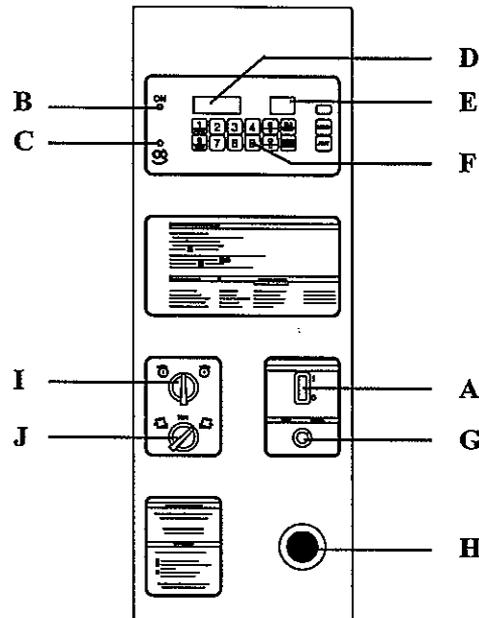

fig. 28
- Turn the **Tilt Drive Switch (fig. 28/J)** to the **LOAD** position. Display will show *tilt*
- To facilitate loading, we recommend pre-soaking linen, to reduce its volume. So that, press key **1**. Cold water inlet valve will open until a certain level is achieved inside the washer. Occasionally move the drum to both sides, by pressing **ENTER/START** key, and simultaneously turn **Rotation Direction Selector switch (fig. 28/I)**.
- Conmutar el **Interruptor Accionador Basculante (fig. 28/J)** a la posición **CARGA**. Display indicará *tilt*
- Para facilitar la operación de carga, es aconsejable mojar la ropa, con lo cual se consigue una reducción de su volumen. Para este fin: pulsar la tecla **1**. Se abrirá la válvula de admisión de agua fría hasta obtener un cierto nivel dentro de la lavadora. Mover el bombo de vez en cuando en ambos sentidos, pulsando la tecla **ENTER/START** y accionando simultáneamente el conmutador de **Selector Sentido de Giro (fig. 28/I)**.
- Placer l'**Interrupteur Mise en Marche Basculant (fig. 28/J)** à la position **CHARGEMENT**. Le display indiquera *tilt*
- Pour faciliter l'opération de chargement, il est conseillé de mouiller le linge, pour réduire son volume. Pour ce faire: appuyer sur la touche **1**. La vanne d'arrivée d'eau froide ouvrira jusqu'à obtenir un certain niveau dans la machine. Actionner le tambour de temps en temps dans les deux sens, en appuyant sur la touche **ENTER/START** et agissant simultanément sur le commutateur **Sélecteur du Sens de Rotation (fig. 28/I)**.
- When the operation is finished, again turn the **Tilt Drive Switch (fig.28/J)** to the central position. Machine will return to horizontal position.
- Finalizada la operación, situar de nuevo el **Interruptor Accionador Basculante (fig.28/J)** en posición central. La máquina volverá a la posición horizontal.
-A la fin de l'opération, placer de nouveau l'**Interrupteur de Mise en Marche Basculant (fig. 28/J)** à la position central. La machine retournera à la position horizontale.